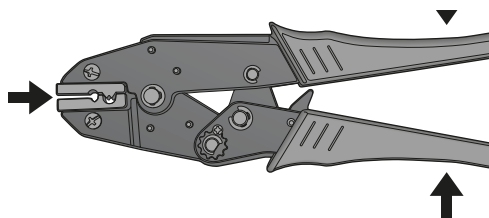
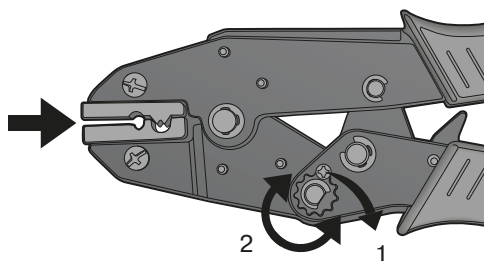

Fig. 11. Inspicér afstanden
Fig. 12. Juster afstanden
Hvis afstanden skal justeres (se fig. 11), tryk håndtagene sammen, indtil det har klikket 7-8 gange og låst i position. Fjern skrue (1) og justér knappen (2) 1-2 positioner (se fig. 12). Sæt skruen i igen, tryk håndtagene helt sammen, og inspicér afstanden. Hvis den er OK, spænd skruen. Hvis værktøjet ikke kan justeres tilfredsstillende, eller hvis det viser tegn på kraftigt slid eller skader, skal det udskiftes.